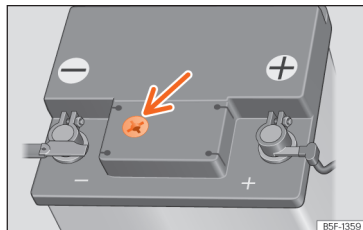

Рис. 189 Віконце у передній частині 12 В акумулятора (схематичне зображення).
• Перевірте колір індикатора «магічне око» на корпусі батареї зверху ►► **рис. 189**.